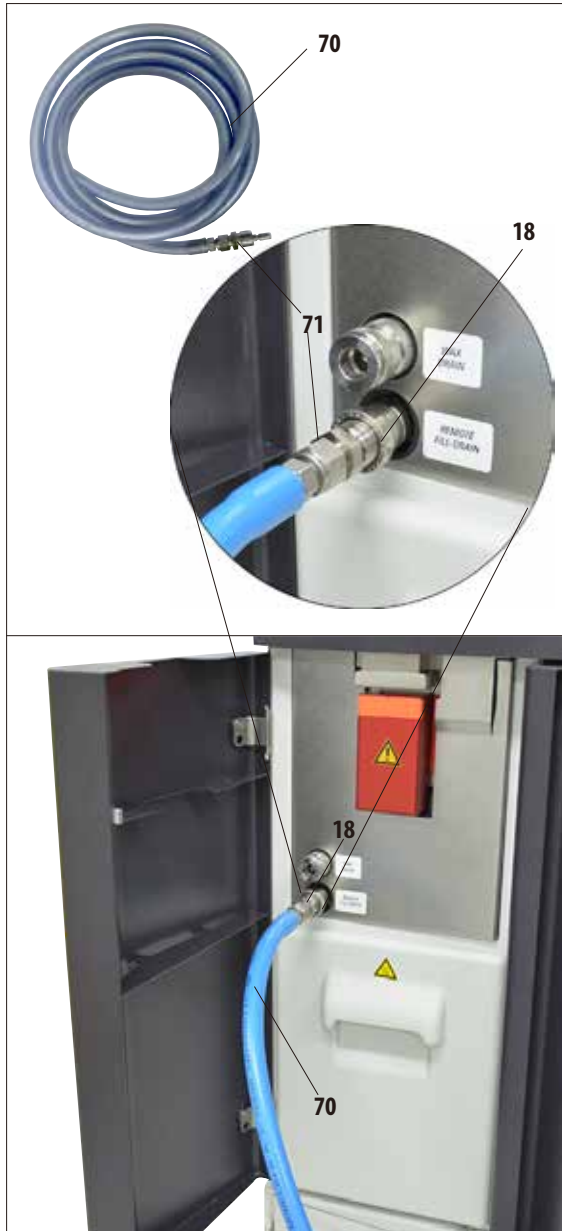

Fig. 161
- Conectar el tubo para el llenado/vaciado sin contacto (70) como se muestra en la fig. 161.
- Al introducir el tubo en la boquilla de conexión (pos. 18 en la fig. 161) para reactivos, la pieza de conexión (71) debe encajarse en la boquilla de forma audible.